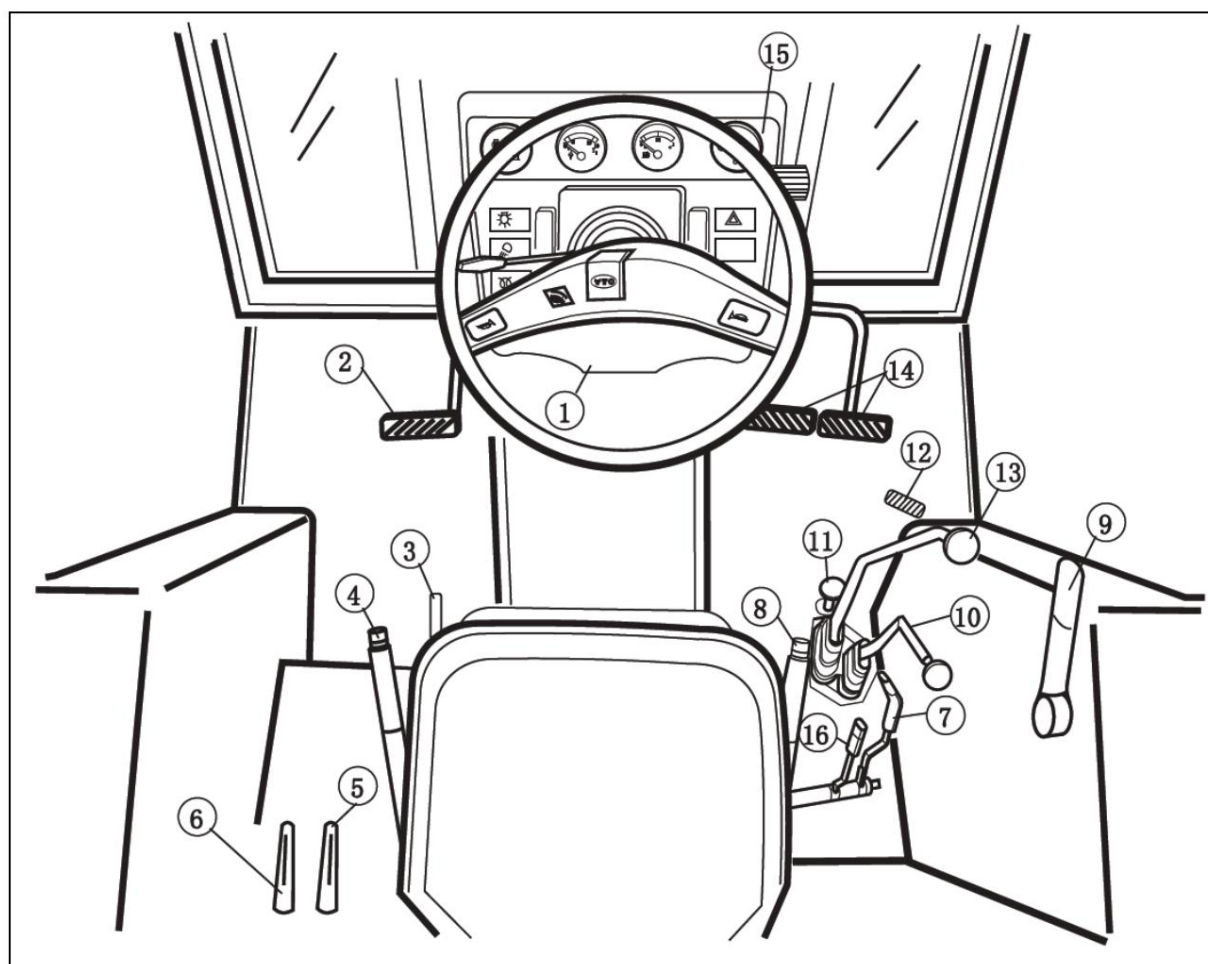

Figura 4-1 Manijas de operación, pedales y botones
Como se ilustra en la figura 4-1
- (3) Coloque la palanca de transmisión principal, la manija del freno de estacionamiento, la manija de la toma de fuerza y la manija de transmisión del eje delantero en la posición neutra y coloque el eje oscilante manija en posición descendente (ver figura 4-1).
- (5) Coloque el mango del acelerador manual en el medio (ver figura 4-1).
Después de arrancar el motor, hágalo funcionar a velocidad media durante 5 a 10 minutos hasta que la temperatura del refrigerante sea superior a 40 °C y luego comience a mover el tractor siguiendo los pasos a continuación (consulte la figura 4-1):